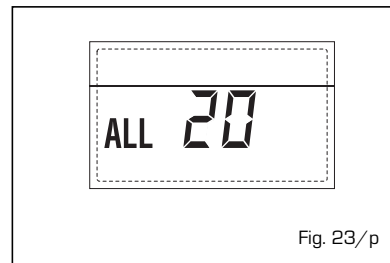

Fig. 23/p
- **ANOMALIA AVARIA SONDA IMPULSÃO PRIMEIRA ZONA MISTURADA "ALL 21" (fig. 23/q)**